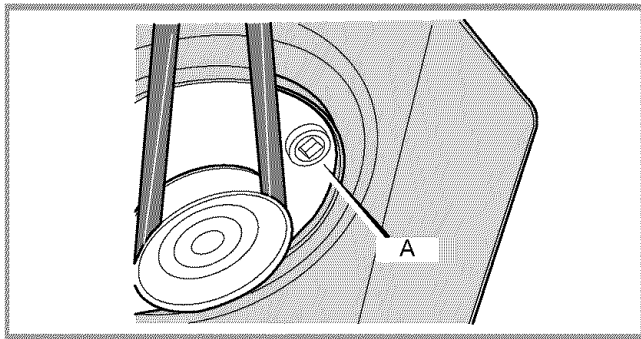

Figura 20: Tapón de drenaje de aceite
- 3 Con el motor apagado pero aún caliente, retire el tapón de drenaje de aceite (A) como se muestra en Figura 20. Drene el aceite en el recipiente apropiado.